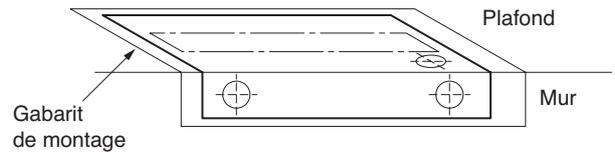

Fig. 3-37
- (1) Placez le gabarit (fourni) sur le plafond à l'endroit où vous voulez installer l'unité intérieure. A l'aide d'un crayon, marquez les endroits où vous devez percer les trous. (Fig. 3-37).